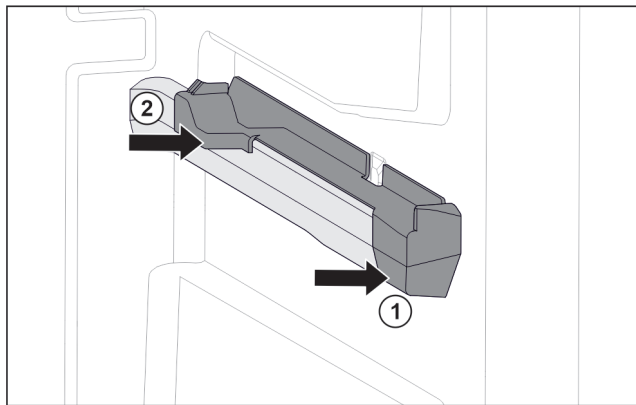

Fig. 76 Вставна частина на правому ребрі для резервуару
- ▶ Одягти вставну частину вперед на ребро резервуару. Fig. 76 (1)
- ▶ Притиснути вставну частину позаду. Fig. 76 (2)